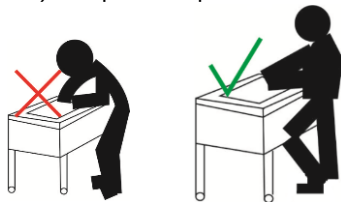

Fig.10
- Ne vous placez jamais dans une position où votre visage est exposé aux brûlures causées par les vapeurs d'eau chaude provenant du réservoir. Adoptez la bonne position (Fig. 10) lorsque vous placez et retirez les récipients du réservoir.